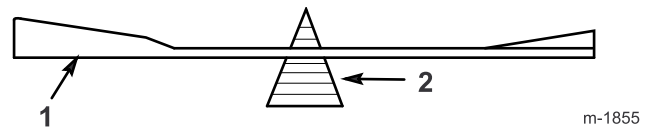

Bild 39
2. Überprüfen Sie die Auswuchtung jedes Messers auf einer Ausgleichsmaschine (Bild 39). Wenn das Schnittmesser in seiner horizontalen Position bleibt, ist es ausgewuchtet und kann wiederverwendet werden. Feilen Sie, wenn das Schnittmesser nicht ausgewuchtet ist, an der Rückseite des Messers etwas Metall ab. Wiederholen Sie diesen Vorgang, bis das Messer ausgewuchtet ist.